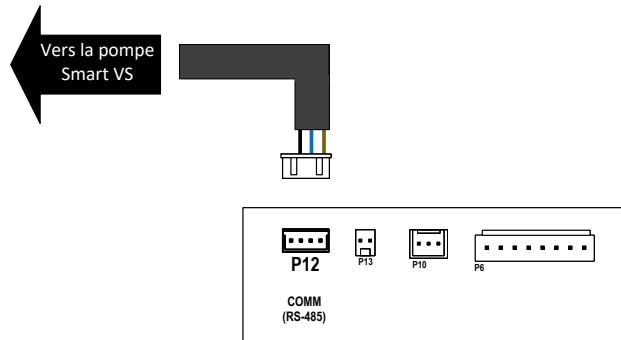

Figure 139. Câblage des relais 24 VCA
- Connectez ensuite l'autre extrémité du faisceau RS-485 Modbus à la borne étiquetée « COM » [P12] sur la carte de contrôle. Voir **Figure 139**.